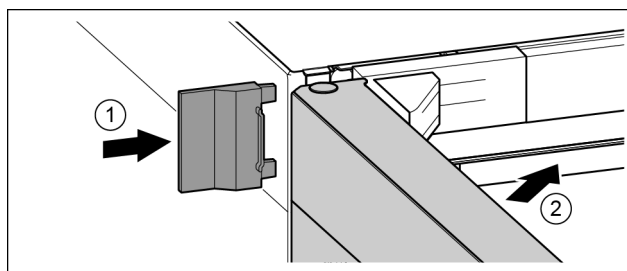

Fig. 25
- ▶ Vnější kryt nasuňte. *Fig. 25 (1)*
- ▶ Zavřete horní dveře. *Fig. 25 (2)*